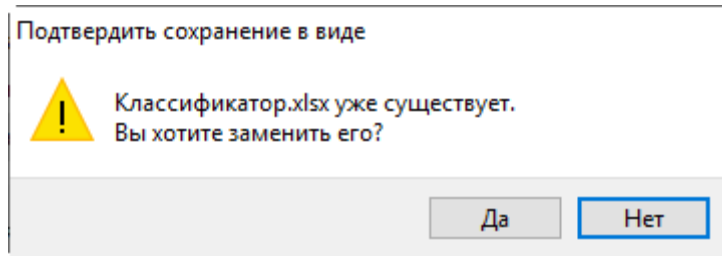

Рисунок 28 – Подтверждение о перезаписи файла
5) Если файл с таким именем уже существует, выводится предупреждающее сообщение (рисунок 28). Нажать «Да» для перезаписи файла или «Нет», чтобы задать новое имя файла.